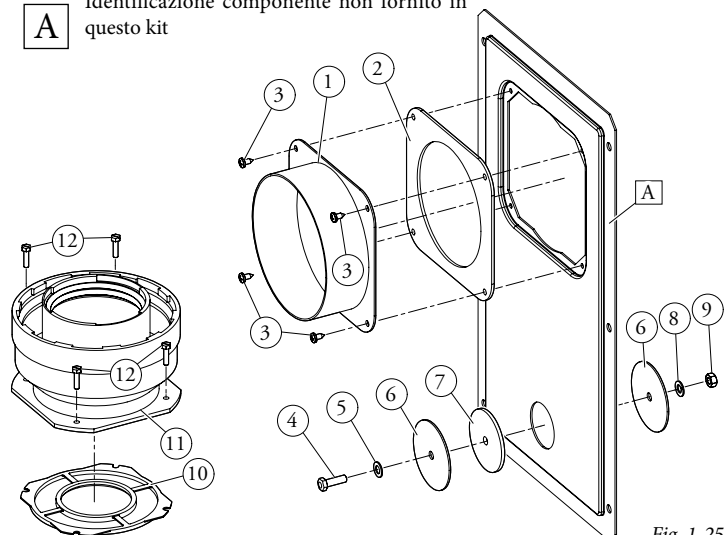
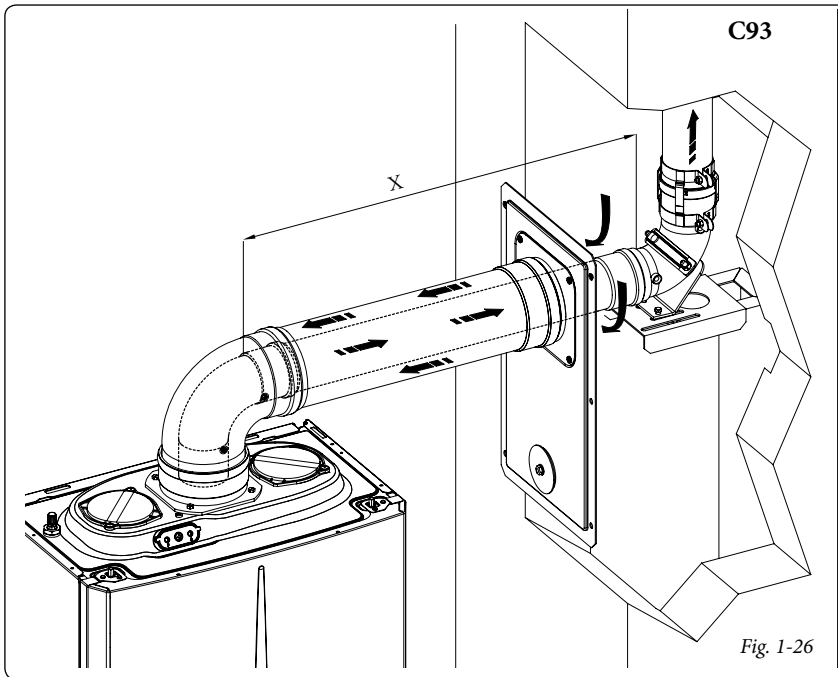

Fig. 1-25
Fig. 1-26
- Montare i componenti del kit "C9" sul portello (A) del sistema intubamento (Fig. 1-25).
- (Solo versione Ø 125) montare l'adattatore flangiato (11) interponendo la guarnizione concentrica (10) sulla caldaia fissandolo con le viti (12).
- Predisporre la fumisteria della caldaia calcolando che il tubo interno del kit concentrico dovrà innestarsi fino a battuta nella curva del sistema intubamento (quota "X" fig. 1-26), mentre il tubo esterno deve arrivare a battuta sull'adattatore (1).
- Montare il coperchio (A) completo di adattatore (1) e tappi (6) a parete e assemblare la fumisteria al sistema intubamento.
Una volta assemblato correttamente tutti i componenti i fumi di scarico verranno espulsi mediante il sistema intubamento, l'aria comburente per il normale funzionamento della caldaia verrà aspirata direttamente dal cavedio (Fig. 1-26).
Per la determinazione del sistema fumario C93 in configurazioni differenti da quella appena descritta (Fig. 1-26) occorre considerare che 1 metro di condotto intubato secondo le indicazioni descritte ha un fattore di resistenza uguale a 4,9.
Per la determinazione del sistema fumario C93 in configurazioni differenti da quella appena descritta (Fig. 1-26) occorre considerare le seguenti perdite di carico: